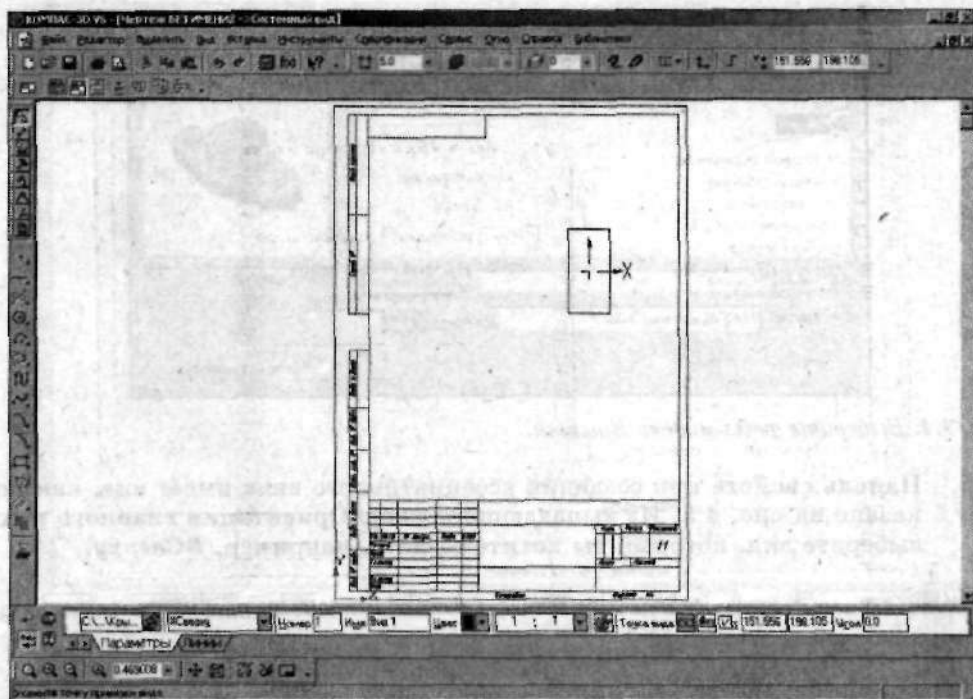
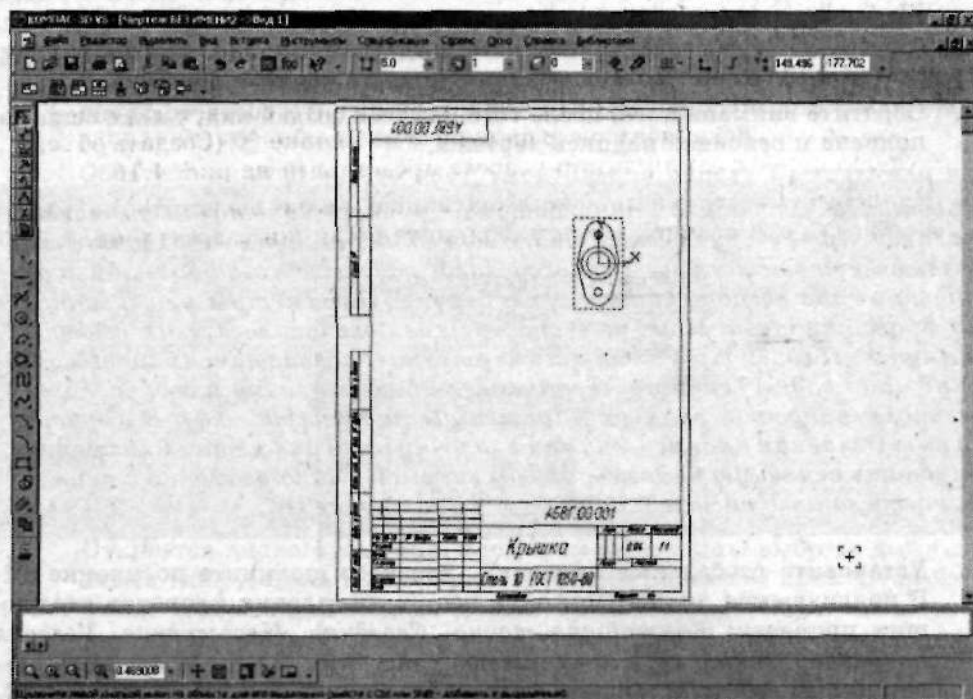

Рис. 4.6. Так выглядит рабочая область при построении ассоциативного вида
Рис. 4.7. Чтобы создать вид, просто щелкните левой кнопкой мыши в нужном месте
6. Оставьте все остальные настройки по умолчанию. Остается разместить вид на чертеже. Обратите внимание, что при создании ассоциативного вида положение курсора отражает положение начала локальной системы координат, а также показывает габариты создаваемого вида (рис. 4.6). Чтобы задать положение создаваемого вида, просто щелкните левой кнопкой мыши в нужном месте на чертеже (рис. 4.7).